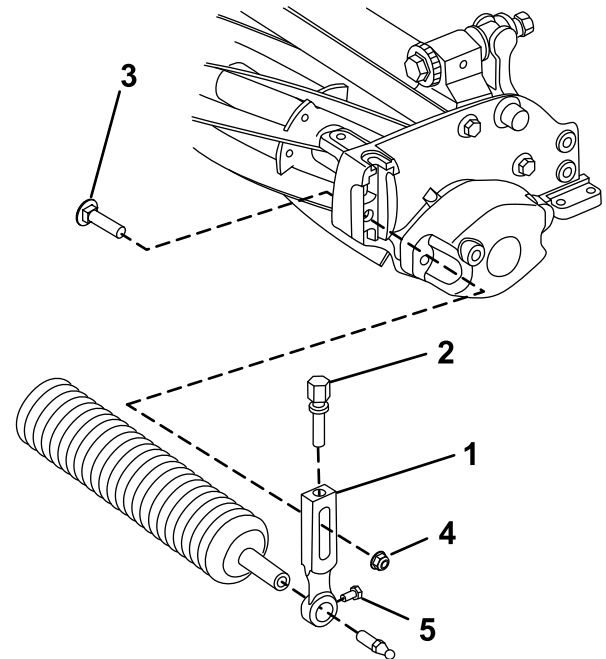

Figura 3
1. Retire el perno avellanado y la contratuerca con arandela prensada que sujetan uno de los brazos de ajuste de la altura de corte a la chapa lateral de la unidad de corte (Figura 3).
2. Afloje los tornillos de montaje del rodillo de los brazos de ajuste de la altura de corte (Figura 3).
3. Introduzca el eje del rodillo en el brazo de ajuste de la altura de corte del otro lado de la unidad de corte (Figura 3).
4. Coloque el brazo de ajuste de la altura de corte sobre el eje del rodillo (Figura 3).
5. Sujete provisionalmente el rodillo a la unidad de corte con el brazo de ajuste de la altura de corte y las fijaciones retiradas anteriormente (Figura 3).
7. Apriete los tornillos de montaje del rodillo (Figura 3).